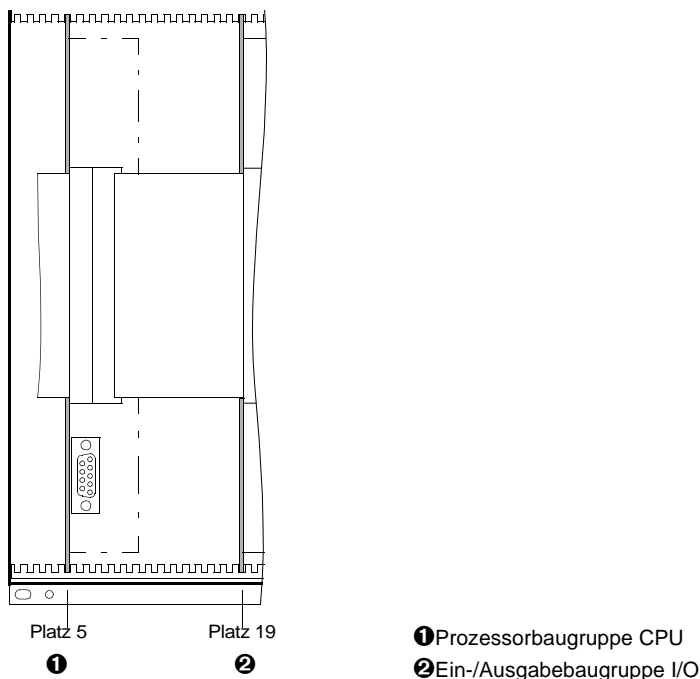

Bild 1 Frontansicht nach Entfernen der Frontkappe (vereinfacht und verkleinert)
- Frontkappe abziehen und vorsichtig zur Seite wegklappen. Bei der Gerätevariante mit abgesetzter Bedieneinheit kann nach dem Lösen der Schrauben die Frontkappe des Gerätes direkt abgezogen werden. Die Einbauplätze der Baugruppen geht aus dem Bild 1 hervor.
- Steckverbinder des Flachbandkabels zwischen Prozessorbaugruppe CPU (Bild 1) und der Frontkappe an dieser lösen. Hierzu die Verriegelungen oben und unten am Steckverbinder auseinander drücken, so dass der Steckverbinder des Flachbandkabels herausgedrückt wird.
- Die Prozessorbaugruppe (CPU) in ihren Einschub (Bild 1) zurückstecken.